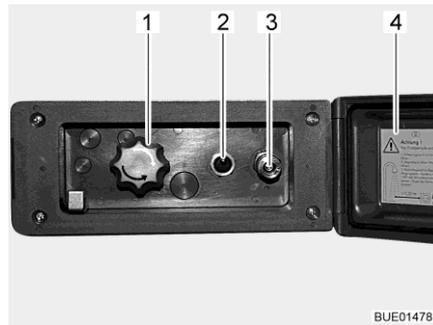

Fig. 107 Branchement de la douche extérieur
- Déverrouiller et ouvrir le couvercle (Fig. 107,4).
- Brancher le flexible de la douche extérieure sur la fermeture rapide (Fig. 107,3).
- Allumer la pompe à eau avec le commutateur (Fig. 107,2).
- Régler la température de l'eau selon ses désirs avec le bouton rotatif (Fig. 107,1).
- Éteindre la pompe à eau avec le commutateur (Fig. 107,2).
- Fermer le couvercle (Fig. 107,4) et verrouiller avec la clé.
- Placer le bouton rotatif (Fig. 107,1) sur la position intermédiaire.